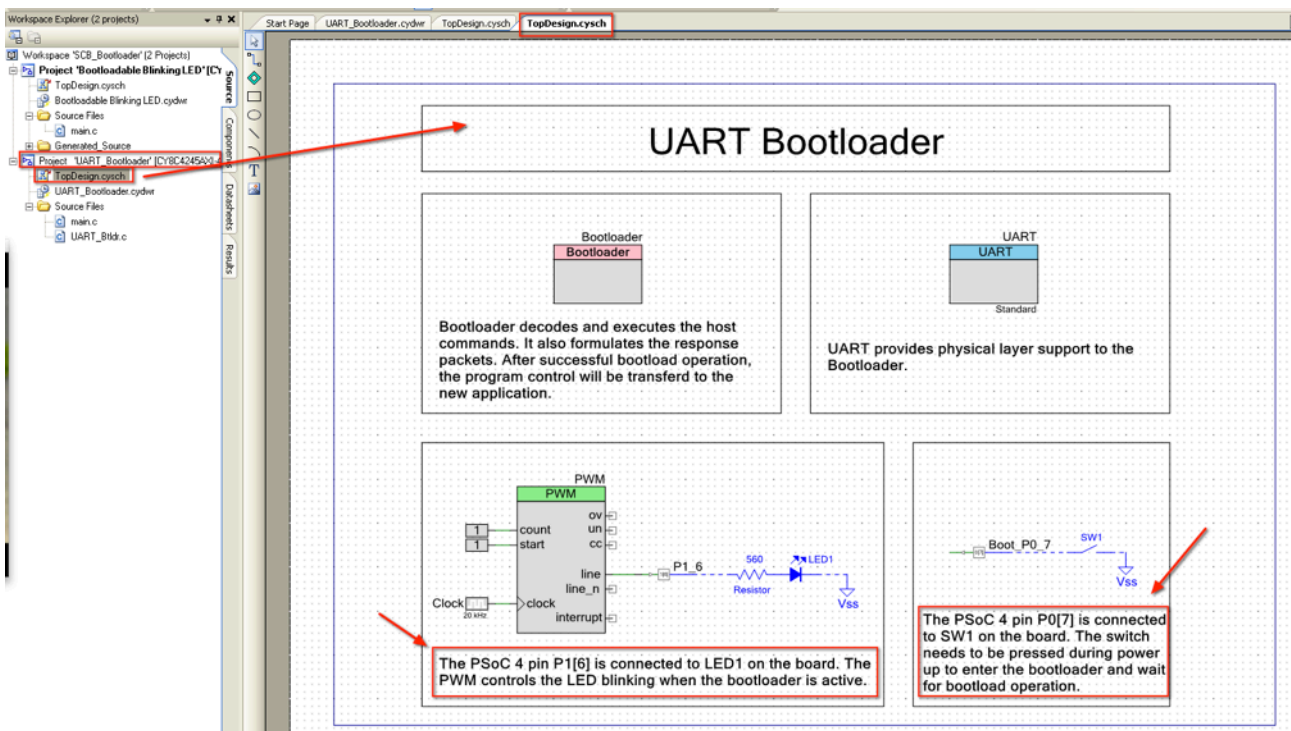

Bild 14: Project „UART_Bootloader“
4. Das Bootloader Basis Beispielprojekt (Bild 14)